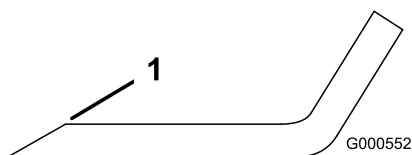

Figura 60
1. Utilice una lima para afilar el filo de corte en ambos extremos de la cuchilla (Figura 60).
Nota: Si la cuchilla no está equilibrada, rebaje algo el metal en la parte de la vela solamente (Figura 60).